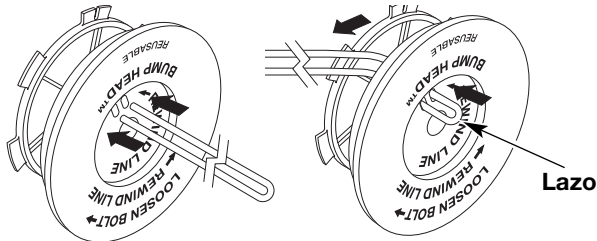

Fig. 31
6. Tome aproximadamente 6 m (20 pies) de nueva línea de corte, enlázela en dos longitudes iguales. Inserte cada extremo de la línea a través de uno de los dos orificios del carrete interior (Fig. 31). Pase la línea a través del carrete interior de modo que el lazo sea lo más pequeño posible.